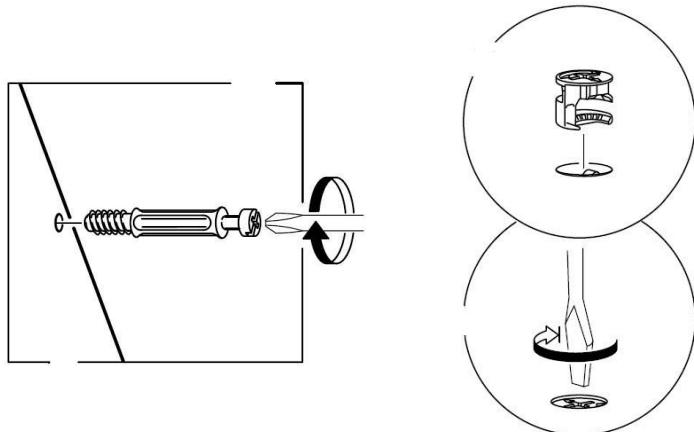

Рис. 1
1. В стенки вертикальные (1), (2), перегородки (4), (5), стенку горизонтальную верхнюю (7) в установленные втулки эксцентриковых стяжек ввернуть дюбели (рис.1). В соседние отверстия установить шканты 8x30 (короткие).